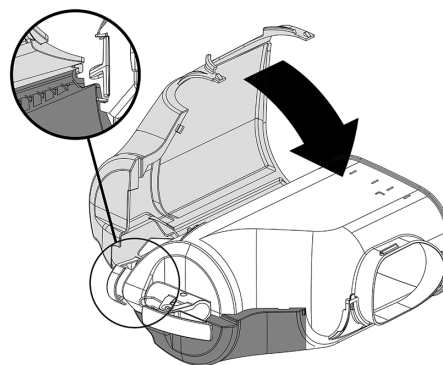
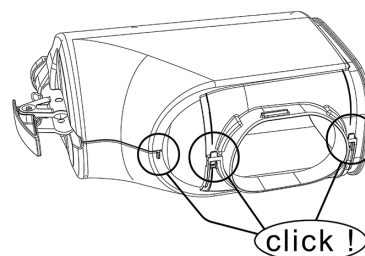

figura 4
figura 5
**2** Coloque la parte izquierda del recuperador, haciendo coincidir el encaje evidenciado. Cierre a presión las dos partes. (ver figura 4)(ver figura 5).